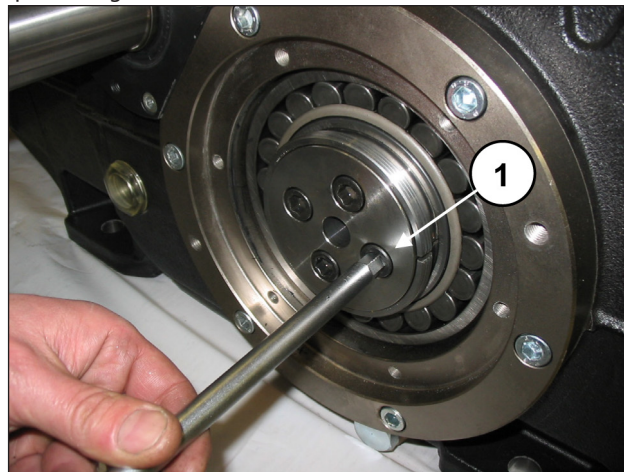
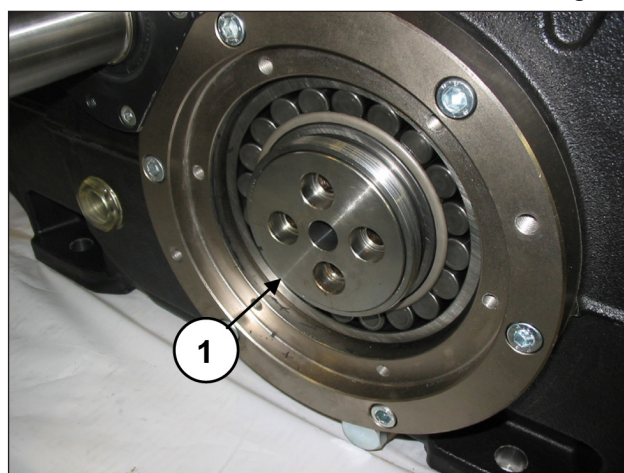

Fig. 14
Fig. 15
Solte e extraia os parafusos de fixação da flange de bloqueio do casquilho, de ambos os lados (pos. ①, Fig. 14). O flange de bloqueio do casquilho deve ser deixado no local (pos. ①, Fig. 15).